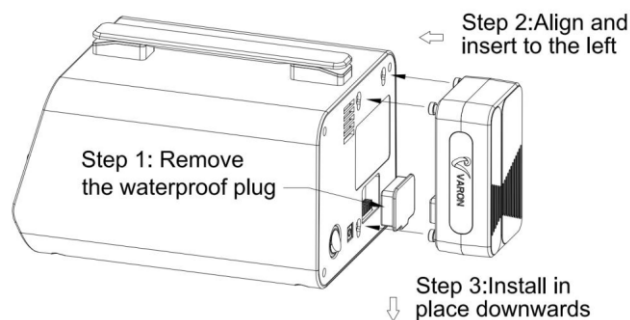
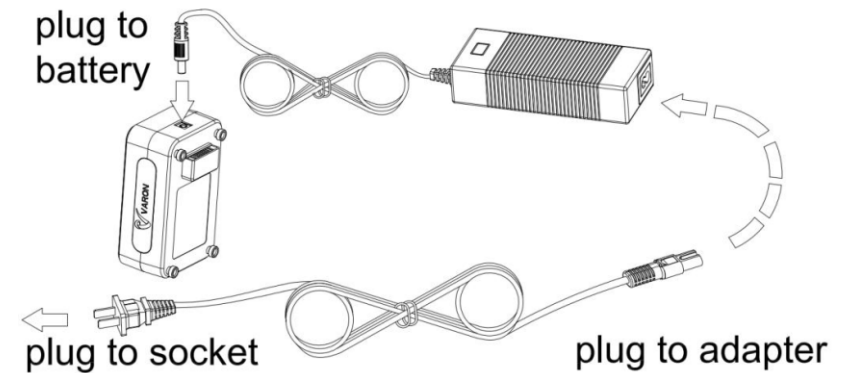

Figura 4 - Diagrama de Instalación de la Batería
Figura 7 - Diagrama de Carga de Batería Separada
- Como se muestra en la Figura 7, conecte el adaptador de CA para cargar la batería;
- Consulte el método de instalación de la batería en la Figura 4, realice la operación inversa para retirar la batería. Luego, conecte el adaptador de CA siguiendo las instrucciones de la Figura 7 para cargar la batería. El indicador de alimentación del adaptador de CA se iluminará en rojo, lo que indica que la batería se está cargando. Si se pone verde, significa que la batería está completamente cargada.